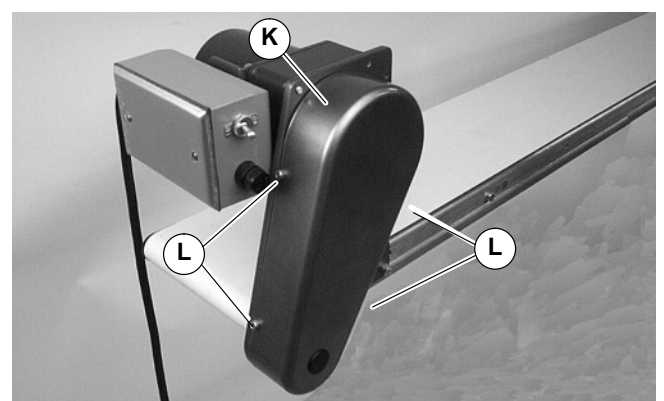

Abbildung 8
8. Die Abdeckung (K siehe Abbildung 8) mit vier (4) Schrauben (L) installieren. Mit 4 Nm festziehen.